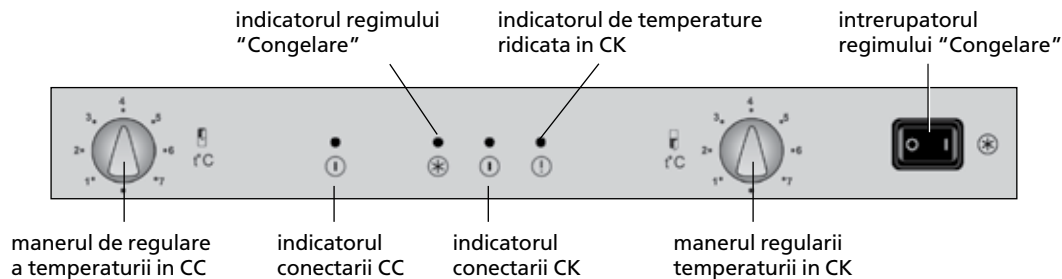

Figura 5 – Organele de conducere si indicare
2.1.1 Organe de comandă în conformitate cu figura 5 sunt:
2.1.2 Frigiderul dispune de indicatori luminoși în conformitate cu figura 5:
3.1.2 Conectarea camerei și regularea temperaturii în CF sau CK se efectuează cu ajutorul manerelor (vezi figura 5). La prima conectare se recomandă a fișă fiecare maner la diviziunea "3" sau "4"; intrerupatorul - la diviziunea "0".
3.2.1 Conectarea regimului "Congelare" se efectuează la tastarea intrerupatorului la diviziunea "1" – se aprinde indicatorul regimului, la tastarea la diviziunea "0" – regimul se deconectează și indicatorul se stinge în conformitate cu figura 5.